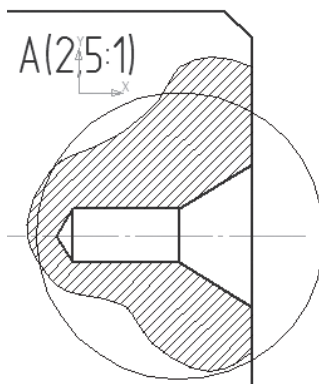

Рис. 144
8. *Вид 2* сделать текущим и вставить из буфера обмена скопированные элементы чертежа (меню *Редактор* → *Вставить*) в нижнюю часть формата чертежа (рис. 144).